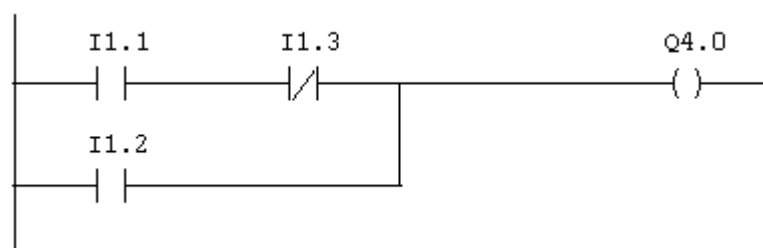

Рис.1.17
- 7) Теперь напишите адреса контактов. Для этого щёлкните по знакам '??.'?' над контактом и введите адрес (ввод адреса завершается нажатием клавиши ENTER) (рис. 1.17).